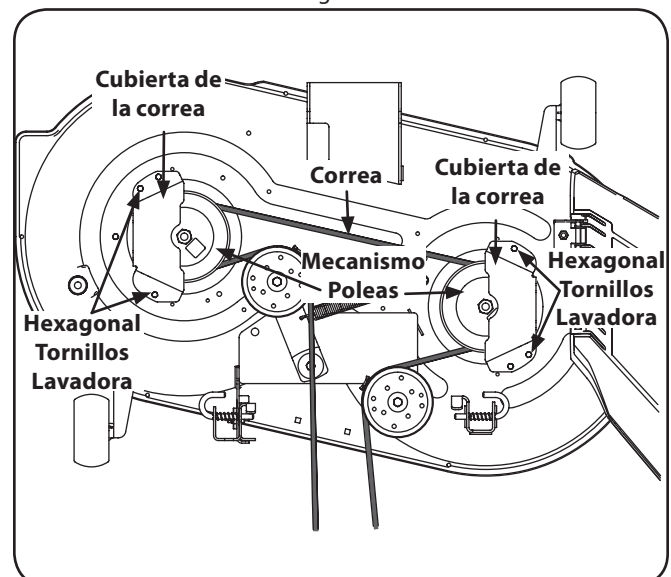

Figura 7-6
3. Instale la nueva correa alrededor de las poleas del husillo tal como se muestra en la Figura 7-6 y vuelva a instalar las cubiertas de la correa.